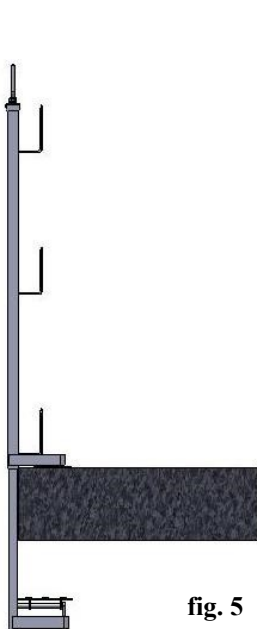
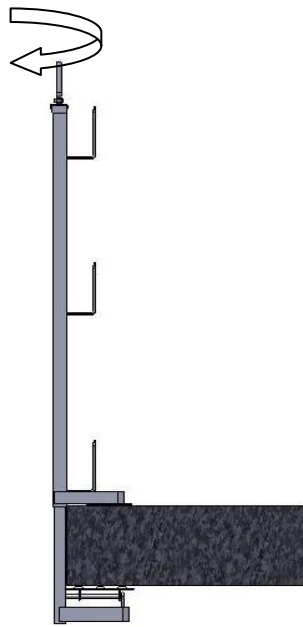
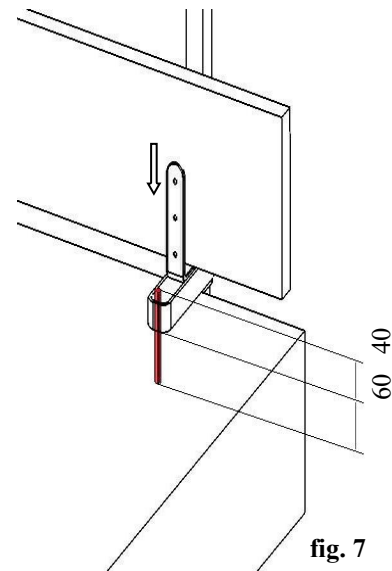

fig. 5
fig. 6
fig. 7
### Montage (fig. 5 – 6 – 7 – 8)
- À l'aide d'une plate-forme de travail en hauteur, placer une première montant en le comparant au bord de l'édifice: le montant doit être placé **aussi près que possible** de le bâtiment (fig. 5 page 9). À ce moment, tourner la manivelle dans le sens horaire pour permettre la fixation de la pince sur la dalle (fig. 6, page 9). Tournez la manivelle pour assurer le serrage maximal (couple appliqué dans les tests de certification: 30 Nm).
- Créer un trou sur la dalle en correspondance des trous sur la plaque logé sur la partie supérieure de la pince (fig. 7, page 9) et procéder avec le chevillage d'un goujons d'ancrage choisis en fonction du type et de la taille de la dalle, en considération de les charges impliqués (voir fig. 5, page 4). Tout cela sert à aider le montant pour maintenir sa position en cas de collision et en cas de conditions météorologiques inhabituelles (par exemple, les vents très forts);